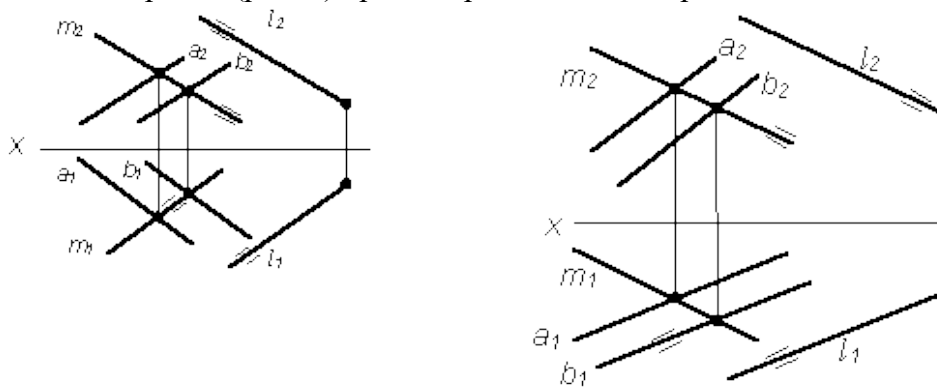

Рис. 5
8. Укажите, на каком чертеже (рис. 5) прямая  $l$  расположена параллельно плоскости  $P(a||b)$ .